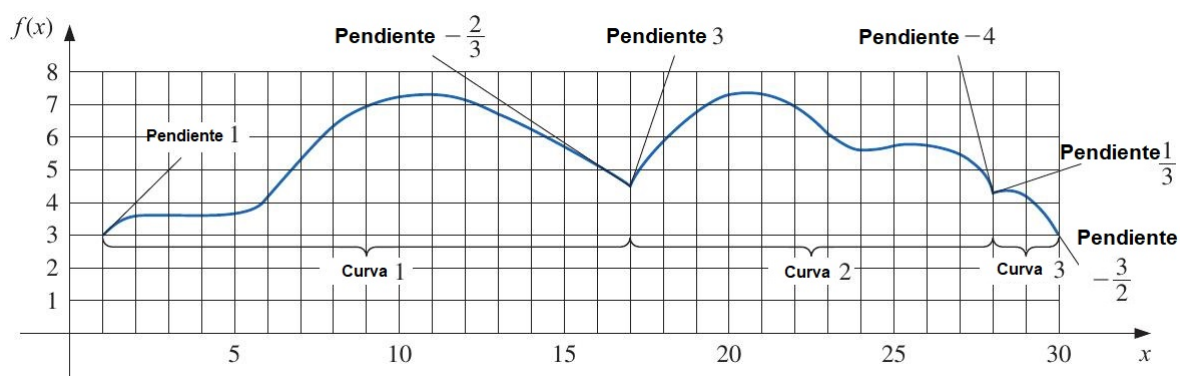

Figura 2.1: Curvas a interpolar.
La tabla 1 contiene las muestras obtenidas de las 3 curvas mostrada en la figura 2.1. Se desea interpolar dichas muestras utilizando 3 splines con frontera ligada. Se deben desarrollar los siguientes puntos:
- e) reproduzca la figura 2.1 muestreando las splines encontradas en el punto anterior a un paso lo suficientemente pequeño para obtener una visualización suave de la misma.